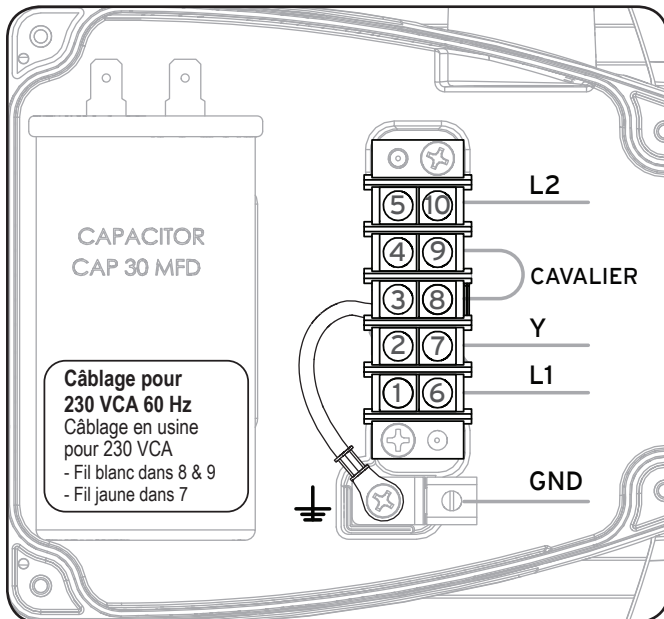

Figure 5. Câblage en usine pour 230 VCA
3. Câblez l'alimentation électrique conformément à la Figure 5.
4. Fixez le conduit à l'orifice de raccordement en utilisant un coude de conduit de 1/2 po ou un raccordement de conduit semblable. Voir Figure 5. Veillez à ne pas endommager ou abraser le câblage.